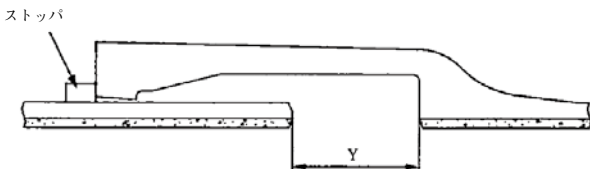

図6 標準胴付寸法
- (3) いずれの場合も、挿し口外面のストッパ（円周4カ所取り付けてある）が受口端面に当たるまで挿入する。その時の標準胴付寸法を表1、図6に示す。